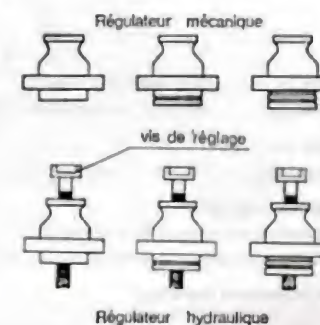

Fig. 39.
a) Régulateur mécanique (fig. 39).
b) Régulateur hydraulique (fig. 39).